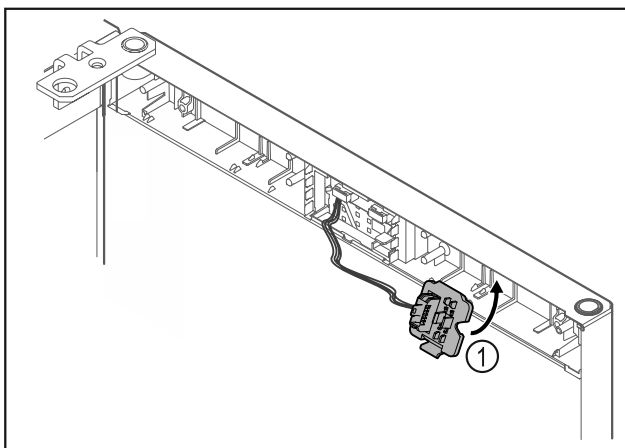

Fig. 18
- ▶ Encajar el soporte del conector Fig. 18 (1) en el lado contrario.